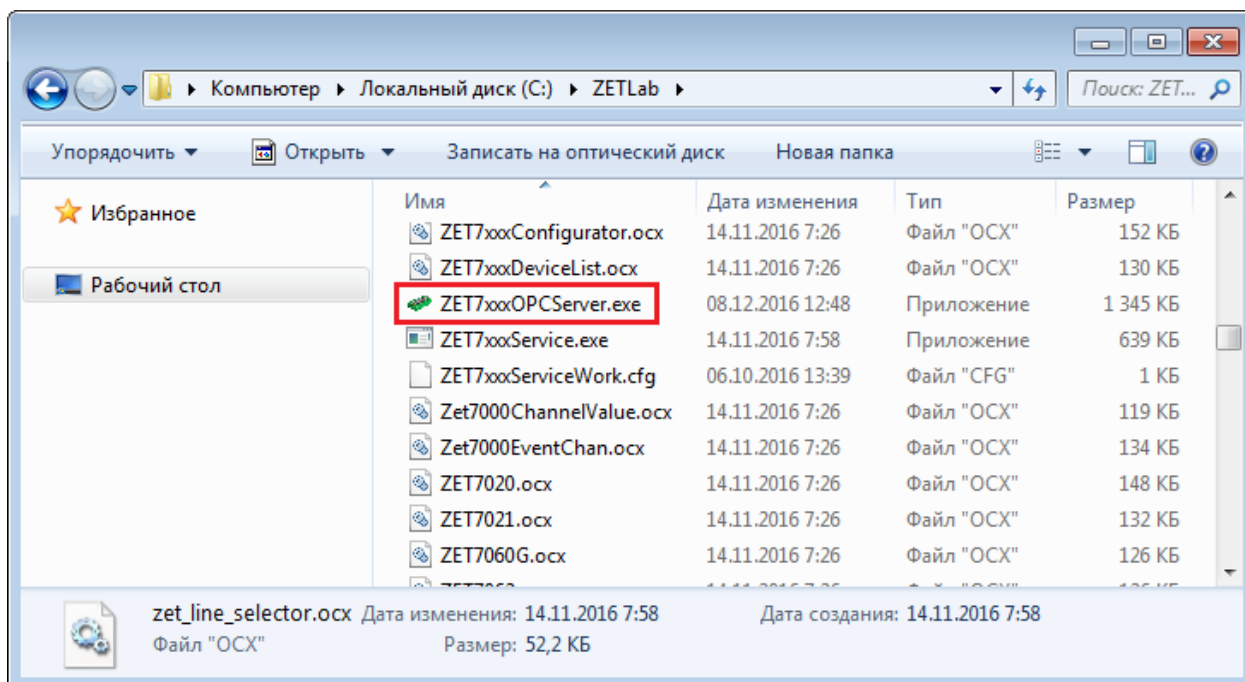

Рис.8.4 Запуск программы «ZET7xxx OPC Server»
5. Запустить программу «ZET7xxx OPC Server», активировав исполнительный файл «ZET7xxxOPCServer.exe», расположенный по директории: C:\ZETLab (Рис.8.4).